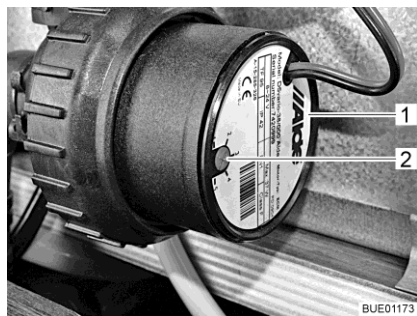

Fig. 236 Riduzione del numero di giri
Con il pomello girevole (Fig. 236,2) è possibile impostare il numero di giri della pompa di circolazione. A un numero di giri ridotto i rumori prodotti dal funzionamento della pompa si riducono.
Il pomello girevole si trova sulla pompa di circolazione (Fig. 236,1).
- Ruotare il pomello girevole (Fig. 236,2) in senso antiorario. La potenza diminuisce.